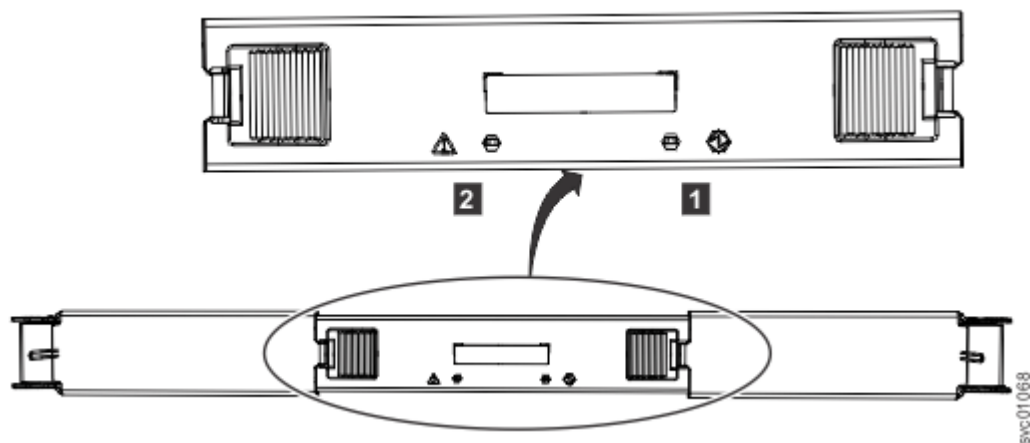

Abbildung 87. LEDs an sekundärem Erweiterungsmodul
2. Identifizieren Sie das sekundäre Erweiterungsmodul, das ausgetauscht werden soll. In Abbildung 87 auf Seite 77 werden die LEDs an einem sekundären Erweiterungsmodul gezeigt.